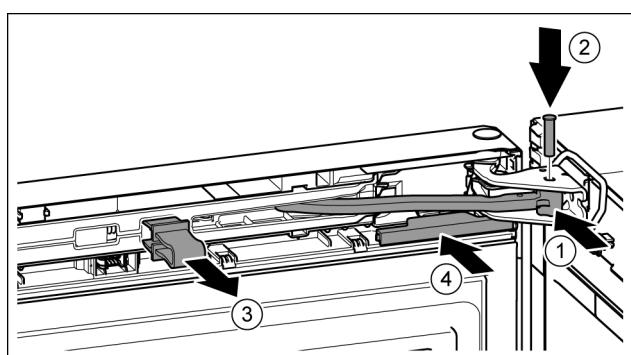

Fig. 25
- Gelenk in Lagerbock drehen. Fig. 25 (1)
- Bolzen in Lagerbock und Gelenk einsetzen. Dabei darauf achten, dass der Rastnocken korrekt in der Nut sitzt. Fig. 25 (2)
- Sicherung abnehmen. Fig. 25 (3)
- Abdeckung aufschieben. Fig. 25 (4)